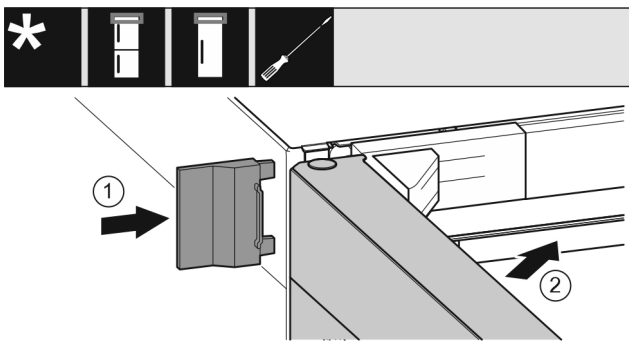

Fig. 24
- ▶ Äußere Abdeckung aufschieben. *Fig. 24 (1)*
- ▶ Obere Tür schließen. *Fig. 24 (2)*